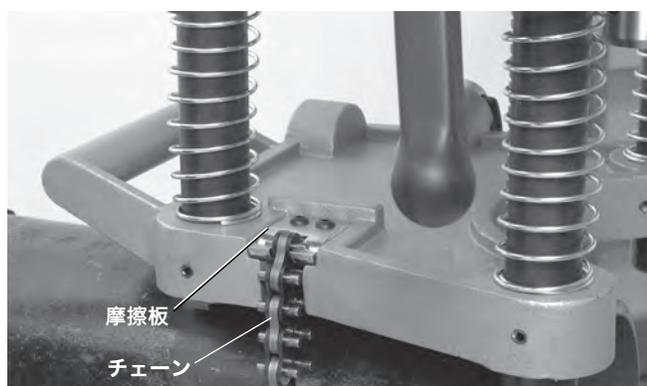

図 5 - HC-450 チェーンの固定
3. ホールカッタには、常に片手か両手を置いて、装置を安定させてください。チェーンの端をつかみ、パイプにぴったりと巻き付けます。一番近いチェーンピンを摩擦板に引っ掛け、スイベルハンドルをしっかり締め付けて、ホールカッタをパイプに固定してください。(図 5 参照)